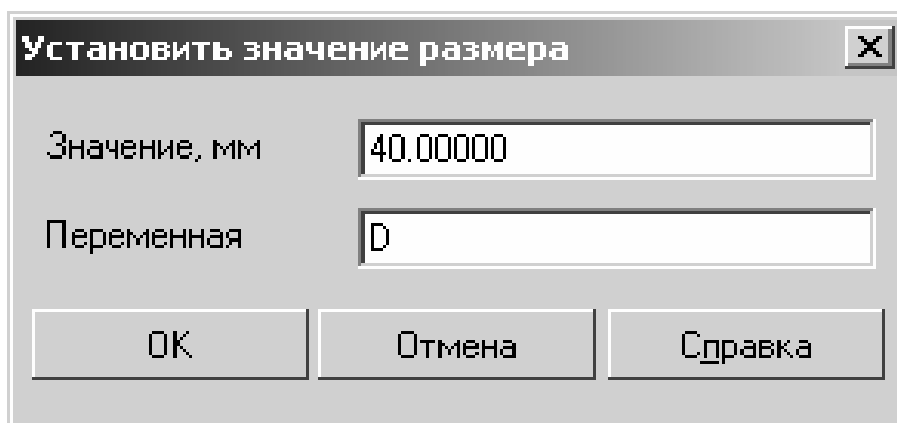

Рис. 34. Установка значения размера
- 3.4. Нажмите кнопку «Размеры и технологические обозначения»  на панели инструментов выберите кнопку «Диаметральный размер» . Из контекстного меню выберите пункт «Текст ...». В окне «задание размерной надписи» снимите галочки в полях «Квалитет...» и «Отклонения» (рис. 35). Курсором выделите окружность и укажите положение диаметрального размера. В диалоге «Установить значение размера» в поле «Переменная» введите **D** (рис. 34).
- 3.5. Курсором выделите окружность и укажите положение диаметрального размера. В диалоге «Установить значение размера» в поле «Переменная» введите **D** (рис. 34).